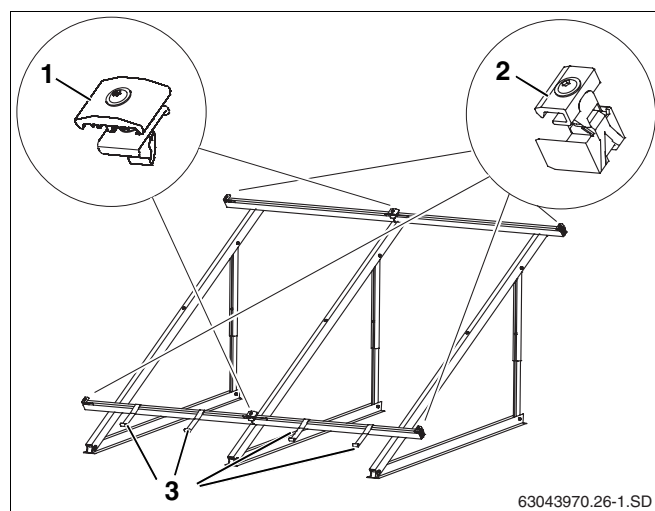

Fig. 43 Elemento di fissaggio per il collettore
Il fissaggio dei collettori sulle guide profilate avviene per mezzo dei terminali di fissaggio (fig. 43, **pos. 2**), all'inizio e alla fine di una fila di collettori, e dei giunti di fissaggio (fig. 43, **pos. 1**) tra un collettore e l'altro.
Inoltre, le sicurezze anti scivolamento (fig. 43, **pos. 3**) impediscono al collettore di scivolare.